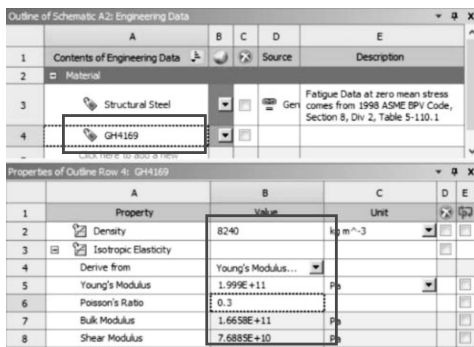

图 4-18 创建新材料
(1) 编辑工程数据单元：右键单击【Engineering Data】→【Edit】。
(2) 在工程数据属性中增加新材料：【Outline of Schematic A2: Engineering Data】→【Click here to add a new material】，输入新材料名称 GH4169。
(3) 在左侧单击【Physical Properties】展开→双击【Density】→【Properties of Outline Row 4: Gh4169】→【Table of Properties Row 2: Density】→【Density】= 8240 kg/m^3 。
(4) 在左侧单击【Linear Elastic】展开→双击【Isotropic Elasticity】→【Properties of Outline Row 4: GH4169】→【Young's Modulus】= $1.999 \text{E} + 11 \text{ Pa}$ 。
(5) 【Properties of Outline Row 4: GH4169】→【Poisson's Ratio】= 0.3，如图 4-18 所示。